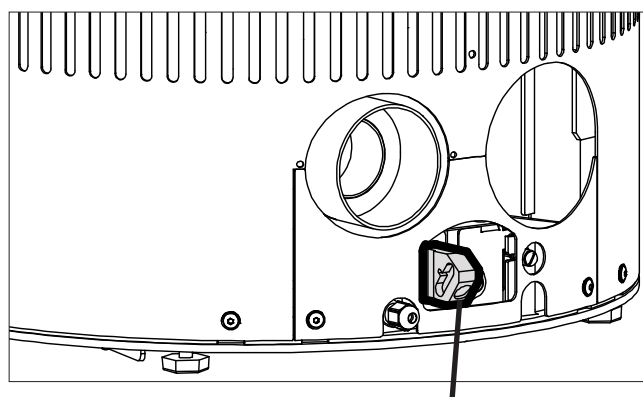

Fig.5
- Insérer le connecteur joint à la fourniture dans la douille qui se trouve à l'arrière du poêle (Fig.5). Si on veut utiliser le poêle avec ses accessoires (thermostat ambiant externe et / ou télécommande), il convient d'abord de brancher les câbles de jonction sur le connecteur comme décrit dans les notices accompagnant les accessoires.